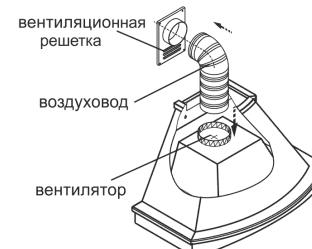
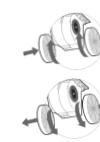

рис. 8
рис. 9
6.4 В зависимости от режима эксплуатации вытяжки соедините вентилятор с вентиляционной решеткой полужестким гофрированным воздуховодом (рис. 8) или установите на вентилятор угольные фильтры, если они предусмотрены. Угольные фильтры устанавливаются на защитные решетки короба вентилятора (рис. 9). Проверьте свободный ход антивозвратного клапана при установке воздуховода.